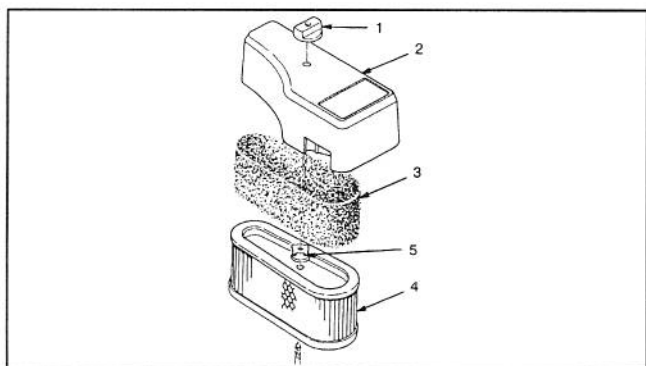

Figure 9
2. Déposer le bouton et le couvercle du filtre à air (Fig. 9).
3. Le pré-filtre mousse devrait être nettoyé toutes les 25 heures (Fig. 9). Déposer le pré-filtre en le faisant glisser hors de la cartouche en papier (Fig. 9).
4. La cartouche papier du filtre à air devrait être remplacée toutes les 100 heures. Déposer (1) un écrou du haut de la cartouche papier (Fig. 9).